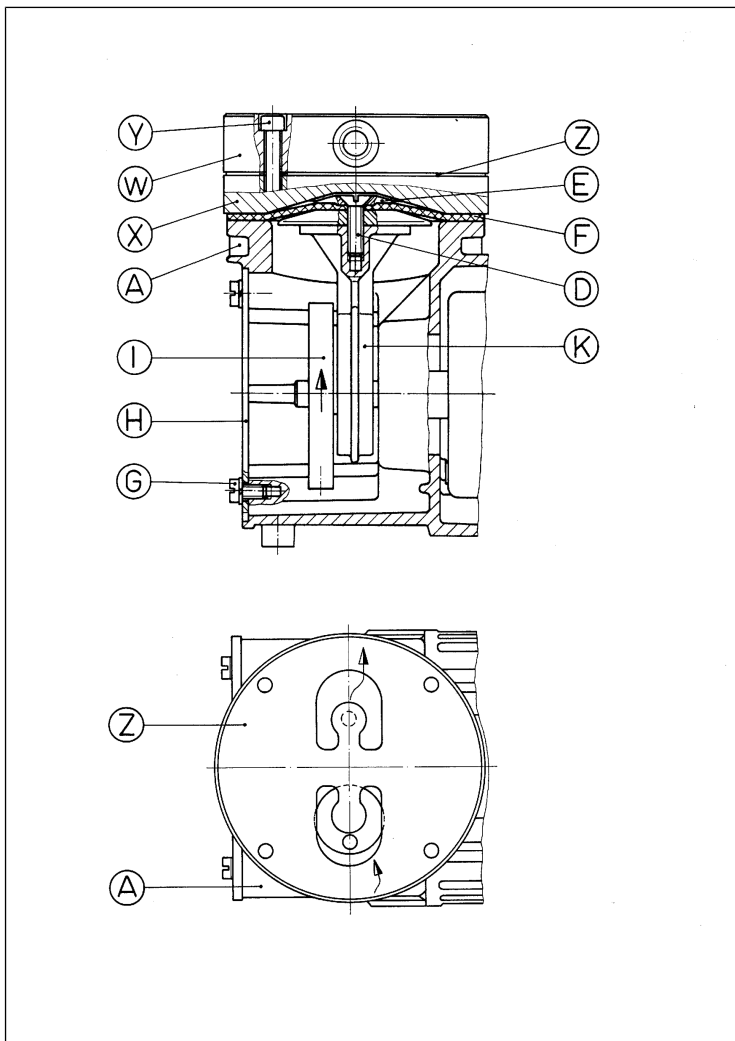

Fig.6: Pièces de pompe
**Selon Fig. 6
27. Placez la culasse (X) sur la membrane (F) en suivant le marquage au crayon sur le boîtier.
28. Poser la nouvelle plaque soupapes (Z) sur la culasse (X) (pour l'orientation, voir Fig. 6).
29. Placez la tête à membrane (W) dans la position de montage marquée au crayon et serrez les vis à six pans creux (Y) en croix de manière uniforme (couple de serrage : 5,5 Nm)
30. Vérifiez que le mouvement s'effectue facilement en faisant tourner le volant (I).